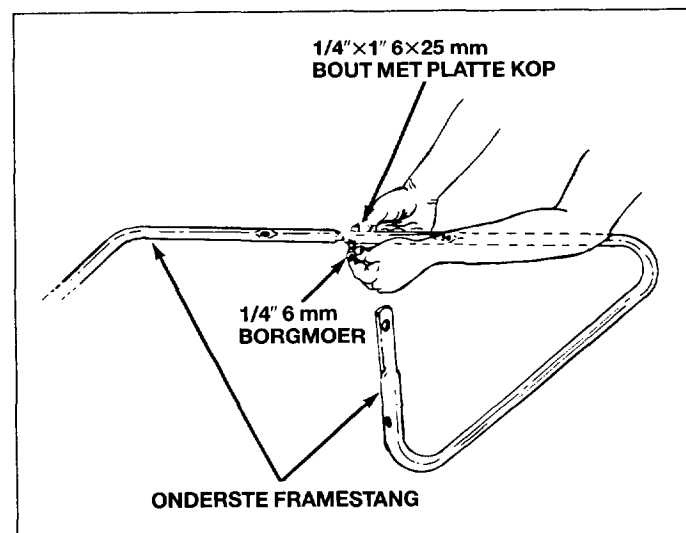

Fig. 16
5. Monteer de beide onderste framestangen overeenkomstig fig. 16. Zet vast met slotbout 6 x 25 mm (1/4 x 1") en borgmoer 6 mm (1/4"). Zie fig. 16.